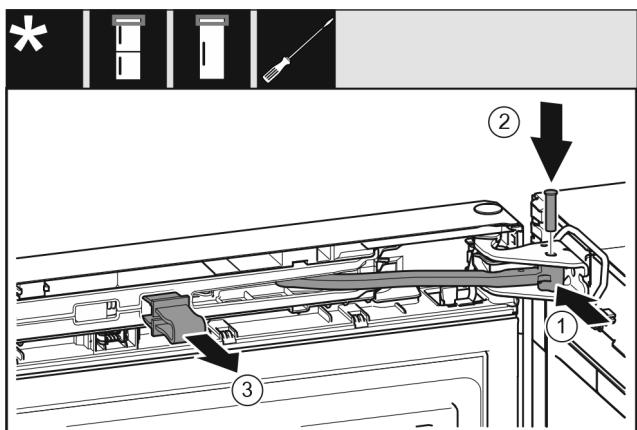

Fig. 23
- Gelenk in Lagerbock drehen. *Fig. 23 (1)*
- Bolzen in Lagerbock und Gelenk einsetzen. Dabei darauf achten, dass der Rastnocken korrekt in der Nut sitzt. *Fig. 23 (2)*
- Sicherung abnehmen. *Fig. 23 (3)*